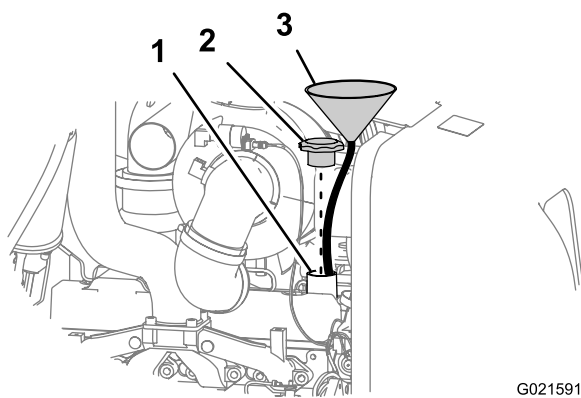

Рисунок 45
**Примечание:** Снятие крышки маслозаливной горловины поможет быстрее слить масло из двигателя (Рисунок 45).